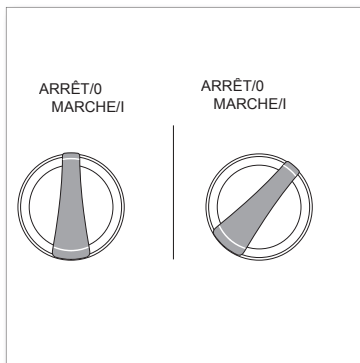

Fig. 18
- Assurez-vous que l'interrupteur « MARCHE/ARRÊT » est en position « ARRÊT ». L'interrupteur d'alimentation possède des symboles internationaux pour « marche » et « arrêt » : On (I) Off (O) (**Fig. 18**).